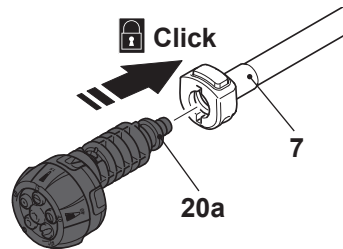

Fig. 4
3. Aliniați limbile (20a) ale duzei 5 în 1 cu canelurile portului de conectare de la lancea de extindere (7) Fig. 4.